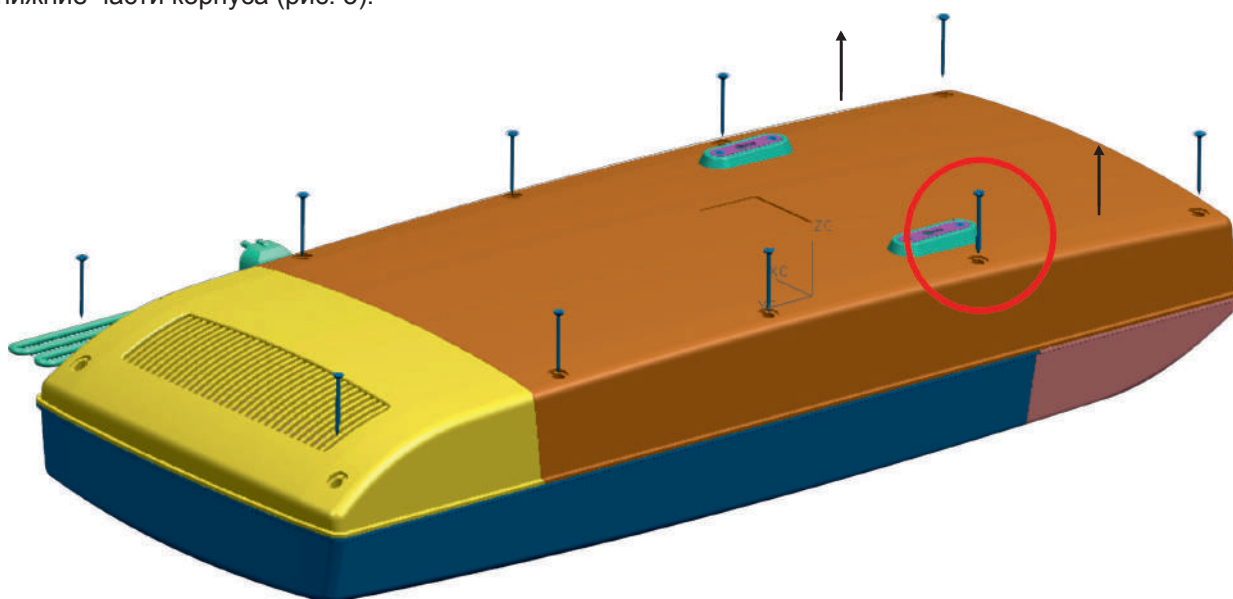

Рис.3
- вывернуть расположенные на задней стенке корпуса рециркулятора винты, скрепляющие верхние и нижние части корпуса (рис. 3).